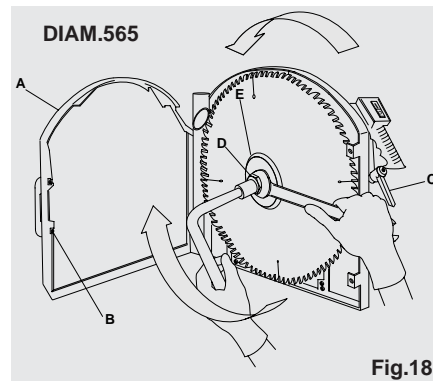

Fig.18
Open het luik (A) van de zaagbeschermkap door met behulp van een sleutel schroef (B) los te draaien, maak de beschermkap aan de onderkant vast, door middel van de handgreep (C). In deze toestand zal men de nodige ruimte hebben om de moer met linksdraaiende schroefdraad (D) los te maken, houd de as van de motor vast door een inbussleutel er te steken zoals in fig. 18 en draai met een open sleutel met de klok mee. Let op dat u hierbij niet tegen het zaagblad stoot, aangeraden wordt om handschoenen te gebruiken. Schuif de externe flens (E) eraf, zodat men bij de motoras kan komen,
Let in het bijzonder op de richting van de zaagbladtanden en controleer dat dit overeenkomt met afbeelding 18.